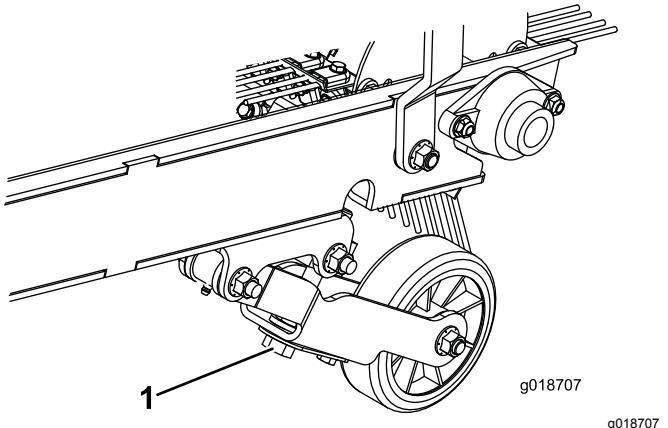

图10
2. 旋转深度调节螺栓直至搂耙可以轻轻接触到草坪草的顶部。如果安装了清扫机 清扫机应与草坪表面轻轻接触。当清扫机运转时表面接触宽度应该是整个清扫机长度的约 25mm 宽图10。